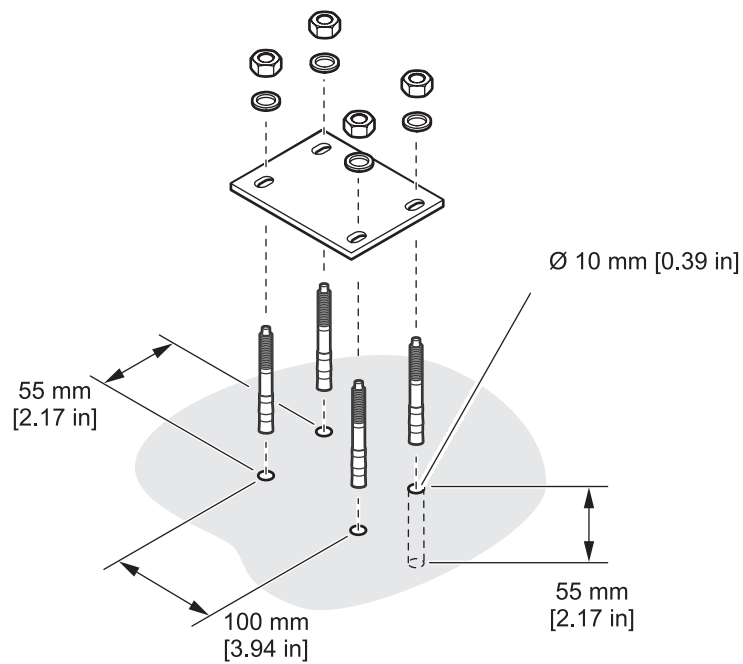

Figura 3 Instalación de los amarres de ajuste rápido
2. Perfore los orificios de montaje (Figura 3 en la página 6).